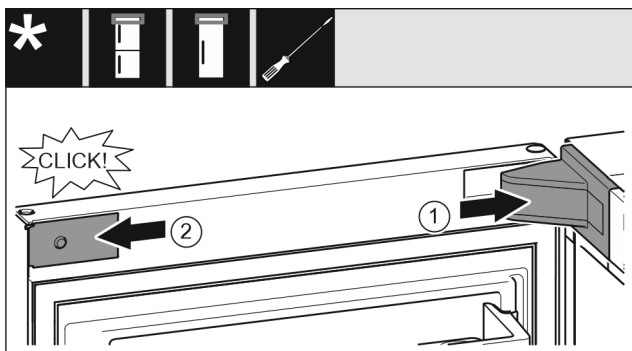

Fig. 19
- ▶ Поставете и фиксирайте капача на лагерната стойка, при нужда внимателно го натиснете настрани. Fig. 19 (1)
- ▶ Поставете странично капачката и я фиксирайте. Fig. 19 (2)